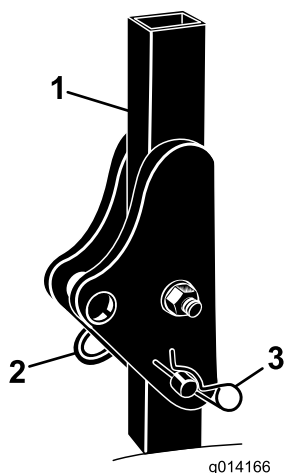

Рисунок 5
1. Извлеките 2 шплинта и снимите 2 пальца с защитной дуги (Рисунок 5).
2. Поднимите защитную дугу в вертикальное положение и закрепите ее с помощью 2 пальцев и 2 шплинтов (Рисунок 5).